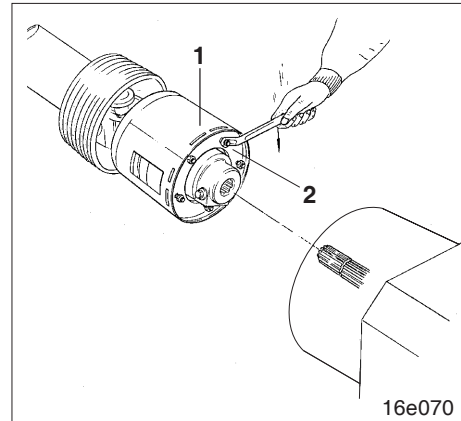

Fig. 19.13
Beim Blockieren der Kreisel durch Steine oder andere Fremdkörper zwischen den Zinken verhindert die Reibkupplung EK 96/4 (Fig. 19.13/1) Schäden an den Getriebeelementen. **Darum muß die Funktion der Reibkupplung immer sichergestellt sein.**
2. Alle Skt.-Muttern (Fig. 19.13/2) bis zum Anschlag anziehen. Hierdurch werden die Reibscheiben entlastet.
5. Alle Skt.-Muttern (Fig. 19.13/2) so weit zurückdrehen, bis ca. 5 mm Luft zwischen den Muttern und der Scheibe ist.